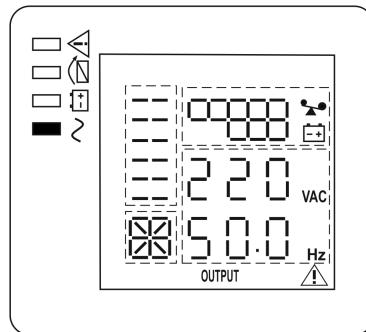

Рисунок 9. Состояние ЖК-дисплея и индикаторов в режиме «ОСНОВНОЙ»
4. Включить источник в соответствии с п.1 таблицы 3. Источник выполнит автоматическое самотестирование, определит качество входного сетевого напряжения, уровень нагрузки, наличие АКБ и степень ее заряда. Процесс самотестирования сопровождается последовательным включением/выключением всех индикаторов. После самотестирования источник перейдет в режим «ОСНОВНОЙ» (см. рисунок 9) и продолжит заряд АКБ. Индикатор «BYPASS» погаснет, а индикатор «ИНВЕРТОР» включится (см. рисунок 9).
5. Включить нагрузки. Если нагрузок много, необходимо включать их последовательно, одну за другой, на ЖК-дисплее отобразится уровень нагрузки (см. рисунок 9).
Вновь подать сетевое напряжение. Источник должен автоматически перейти в режим «ОСНОВНОЙ» (см. рис.9), либо в режим «ЭКО», если параметр ЕСО включен (см. Приложение 2, описание настройки параметров источника).